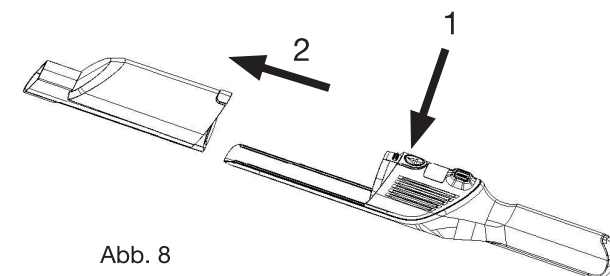

Abb. 8
Drücken Sie den Knopf zum Öffnen des Staubbehälters (1) (Abb. 8), um diesen zu entriegeln. Entnehmen Sie anschließend den Behälter, indem Sie ihn über die Schiene in Pfeilrichtung ziehen (2).